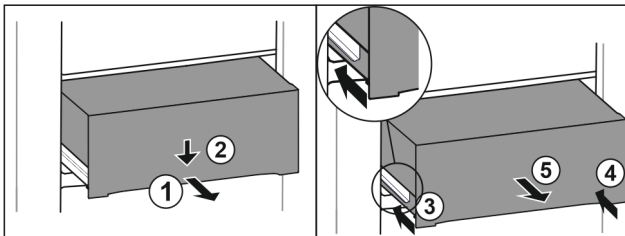

Fig. 120
- ▶ Изтеглете чекмеджето наполовина. Fig. 120 (1)
- ▶ Натиснете надолу чекмеджето от предната страна. Fig. 120 (2)
- ▶ Вкарайте лявата релса приблизително 2 см навътре. Fig. 120 (3)
- ▶ Вкарайте дясната релса приблизително 2 см навътре. Fig. 120 (4)
- ▶ Извадете чекмеджето напред. Fig. 120 (5)